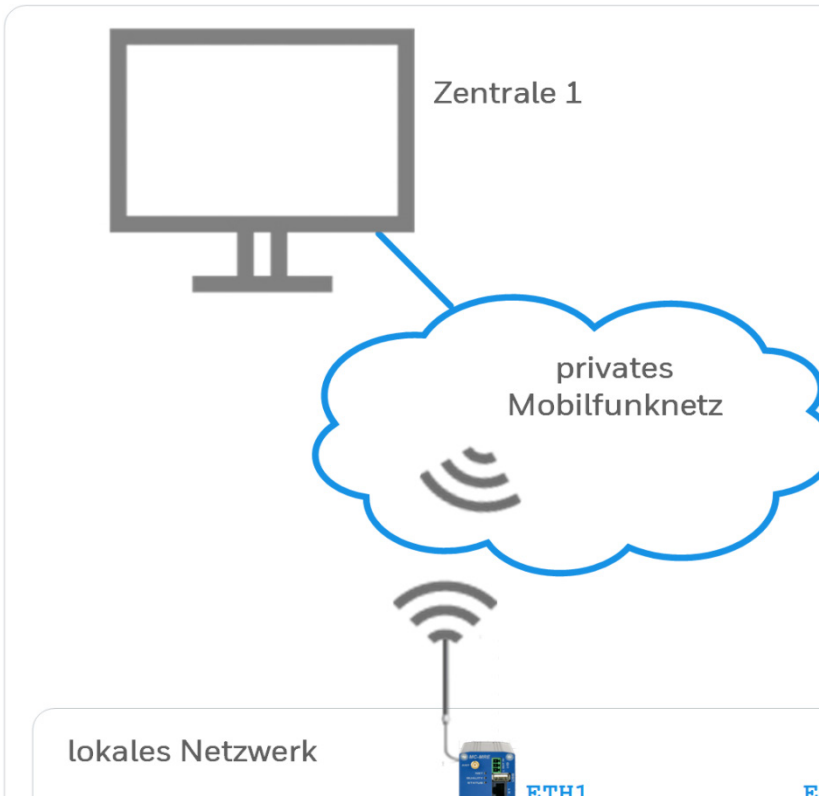

Abb. 6-11: Zwei UMM mit einem enCore-Gerät betreiben – Beispiel
- ▶ Verbinden Sie das erste UMM (⇒ Abb. 6-11: ETH2) mit dem enCore-Gerät (ebd. LAN).
- ▶ ... verbinden Sie das zweite UMM (in ⇒ Abb. 6-11: ETH1) mit dem ersten UMM (ebd. ETH1).